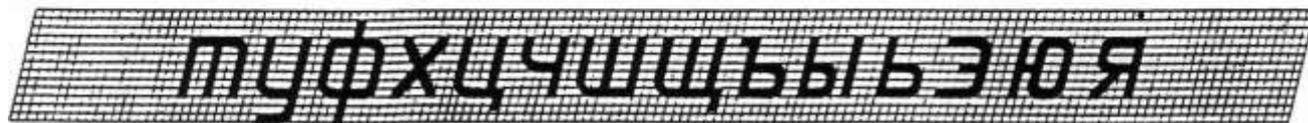

Рисунок 3 - Шрифт
3. Толщину букв шифра выполнить в соответствии с ГОСТ 2.304-81, рис.3
3.Выполнить правильно компоновку чертежа (проведите горизонтальные вспомогательные линии, ограничивающие высоту прописных и строчных букв шифра), рис.3;